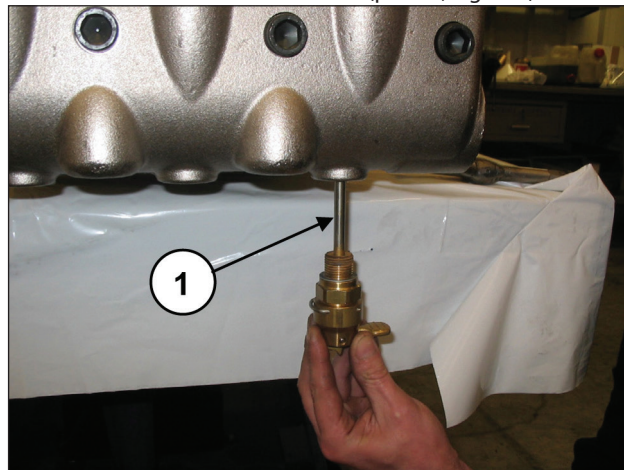
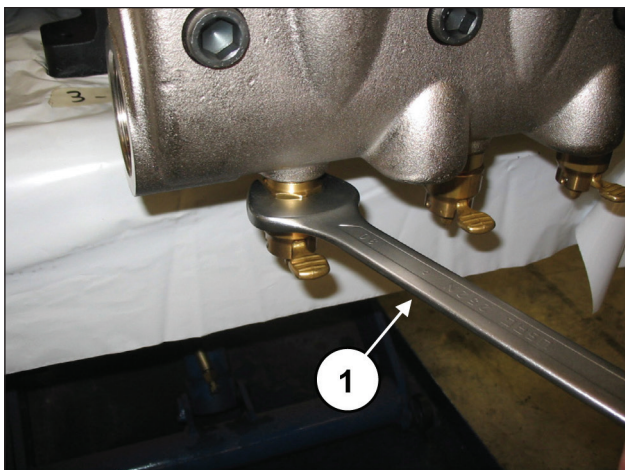

Fig. 119
Fig. 120
Applicare i dispositivi apertura valvole (pos. ①, Fig. 119) ed avvitarli mediante chiave da 30 mm (pos. ①, Fig. 120).